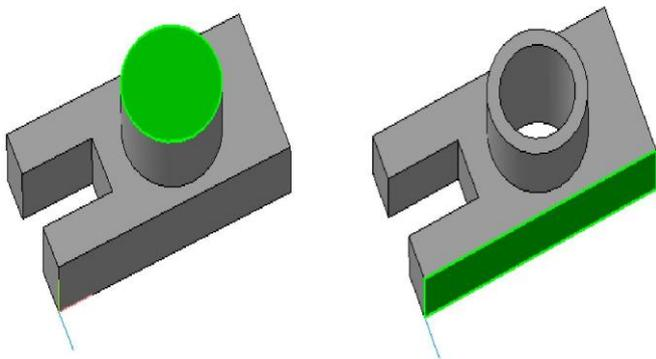

Рис. 16 Рис. 17. Деталь. Направляющая
- с помощью параллельных прямых, горизонтальной прямой и глобальной привязки **Середина** найдите центр отверстий $\varnothing = 10$ мм и постройте окружность радиусом 5 мм (рис. 16);